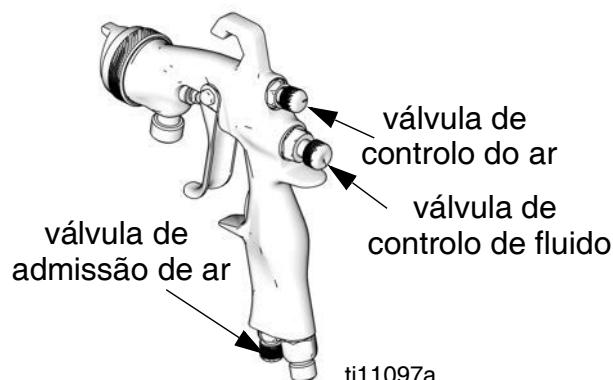

FIG. 3
- Para obter um padrão em leque completo, abra a válvula de controlo do ar, rodando o botão completamente no sentido anti-horário. Consulte FIG. 3.
- Para criar um padrão circular, desligue o padrão de ar rodando a válvula de controlo do ar completamente no sentido horário. Consulte FIG. 3.